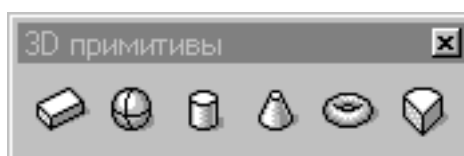

рис. 74
3D элементы размещаются в проекте с помощью средств Инструментальная панель *3D примитивы* (рис. 74), которая выбирается сверху слева в инструментальной панели *3D основная* (рис. 73).
По порядку инструменты в инструментальной панели *3D примитивы* (рис. 74): параллелепипед, сфера, цилиндр, конус, тор, клин.
- Далее строим переходник, для этого выбираем из панели пиктограмм *3D основная* (рис. 73) выбираем линейку пиктограмм *3D примитивы* (рис. 74), а из нее пиктограмму *Построение цилиндра*.